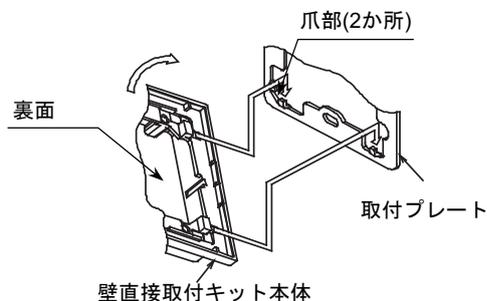

図7 壁直接取付キット本体の取付
- (1) 取付プレートを壁内のボックスカバー (JIS C8340:1999アウトレットボックス用取付寸法66.7mm) に取り付けます。
- (2) 取付プレートに壁直接取付キット本体を取り付けます。(参照)『図7』
- (1) 取付プレートを配管接続形サーモプレートに取り付けます。